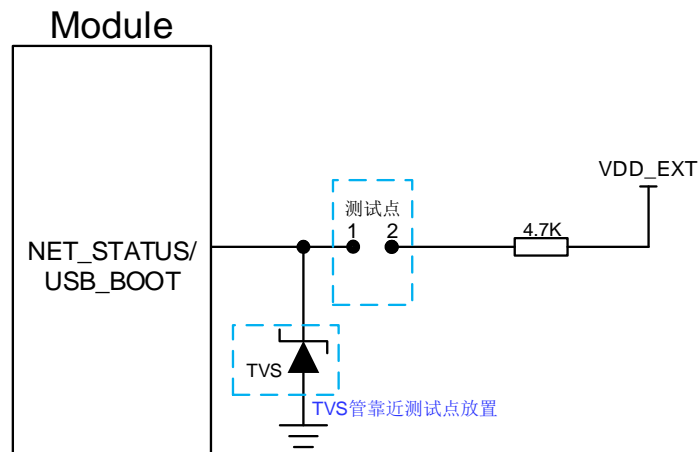

图 28: USB_BOOT 接口参考设计电路
2. 使用 MCU 控制模块进入强紧急载模式时需按照如上时序图进行控制，手动强制下载方式按照图 28 所示短接测试点即可。